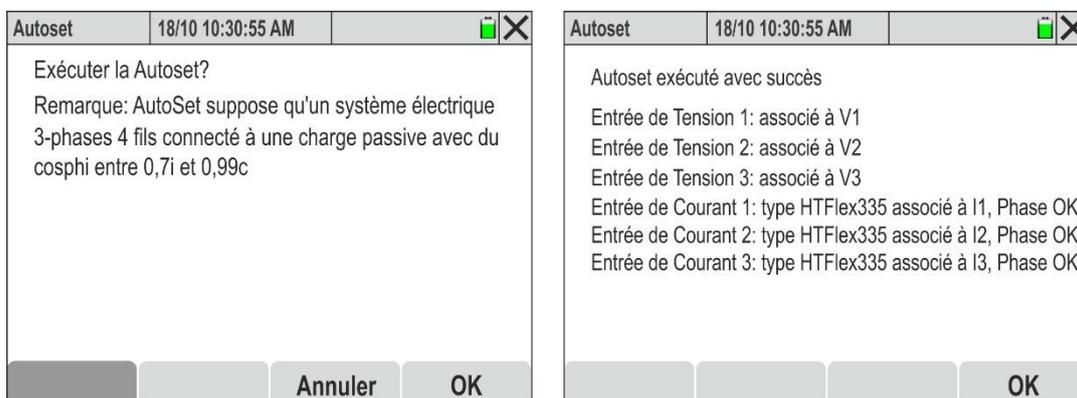

Fig. 71: Exécution Autoset sans erreurs de connexion
3. Appuyer sur la touche « **Autoset** ». La page illustrée à la Fig. 71 – partie gauche (**relative à un système Triphasé 4-fils**) s'affiche à l'écran
5. Confirmer en appuyant sur la touche « **OK** » → La fonction est exécutée et, au bout d'un moment, la page illustrée à la Fig. 71 – partie droite s'affiche à l'écran si **Autoset est correct**. Les paramètres suivants sont contrôlés :